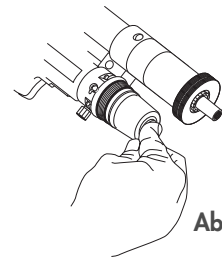

Abb. 13
- 3) auf den Gummibalg drücken, damit die Luft aus der Entlüftung entweichen kann. Nach dem die Luft vollständig herausgelassen wurde und das Öl herauszufließen beginnt (Abb. 13), die Entlüftung (L) mit dem Inbusschlüssel wieder verschließen;
- 4) den Verschlussdeckel (I) wieder aufschrauben. Falls notwendig, den Vorgang wiederholen.